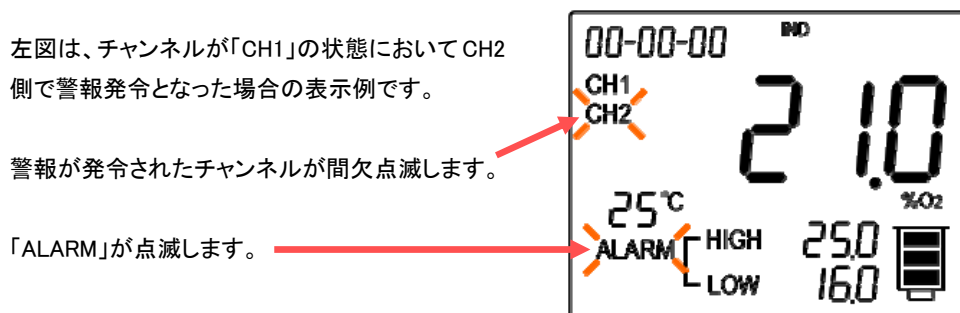

図 6-13. 非表示チャンネル側で警報発令
**注意)** 2 チャンネル機種の場合、非表示チャンネル側で警報が発令される場合もあります。この場合、表示部は図 6-13 のように表示されます。**CH ボタン**によりチャンネルを切り替えて計測値を確認してください。